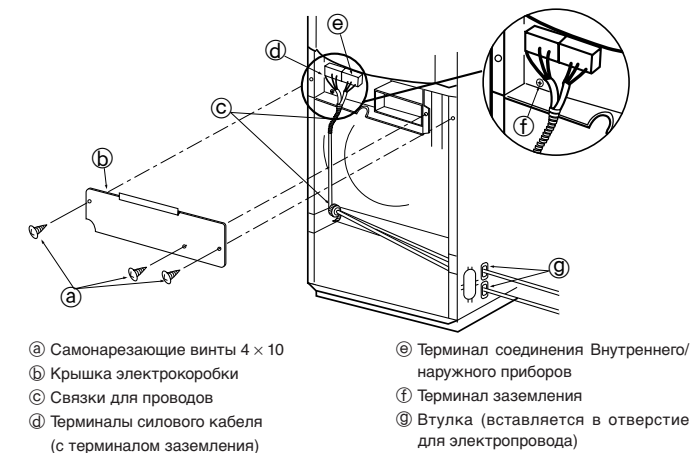

Fig. 6-1
6.1. Электрические работы (Fig. 6-1)